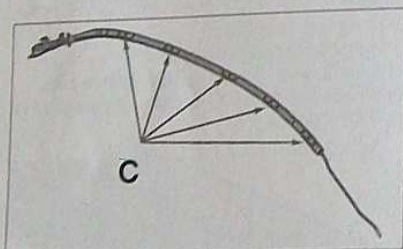

FIG. 21
Déclipser les agrafes en (C) et déposer l'airbag latéral (Fig.21)